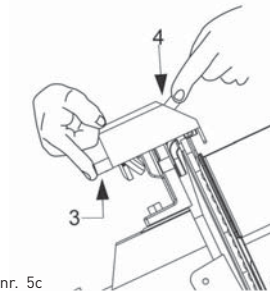

FIG. nr. 5c
- druk tegelijkertijd op de knoppen voor 3/4 seconden (3 en 4) en laat ze daarna tegelijkertijd los (zie FIG. nr. 5c);